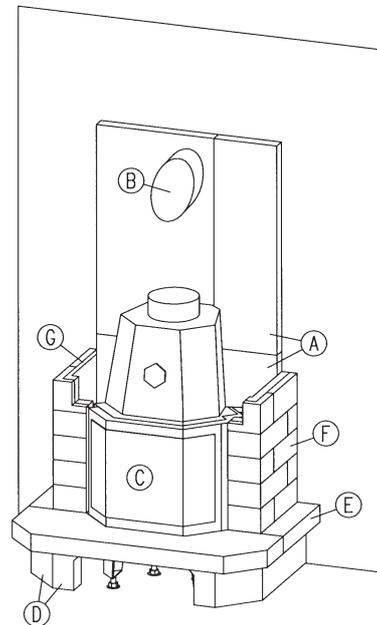

Abb. 5
- 7.1 Nun werden die Seitenteile zunächst an den dafür vorgesehenen Stellen trocken aufgesetzt. Achten sie darauf, dass zwischen den Seitenteilen und dem Rahmen des Wärmeeerzeugers eine Fuge (ca. 2 mm) verbleibt, so dass sich der Wärmeeerzeuger ausdehnen kann ohne die Seitenteile zu beschädigen. Unter Umständen ist es erforderlich, den Heizeinsatz noch etwas zu verrücken. (**Abb. 5**)
- 9.2 Um die Seitenteile vor übermäßiger Wärmeeinwirkung zu schützen, müssen diese auf der Innenseite mit 5 cm starken Gasbetonsteinen abgemauert werden. Verwenden Sie zum Verkleben der Gasbetonsteine mit den Seitenteilen Haftputz. (**Abb. 5**)